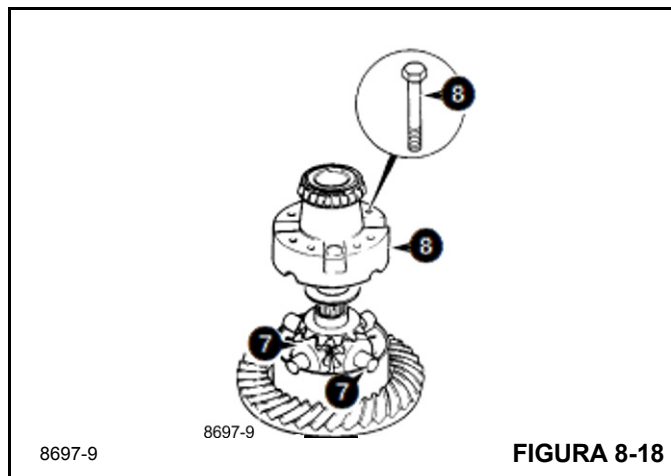

FIGURA 8-18
7. Monte as engrenagens do diferencial e suas arruelas esféricas na metade inferior da carcaça (Figura 8-18). Instale os cones do rolamento do diferencial.